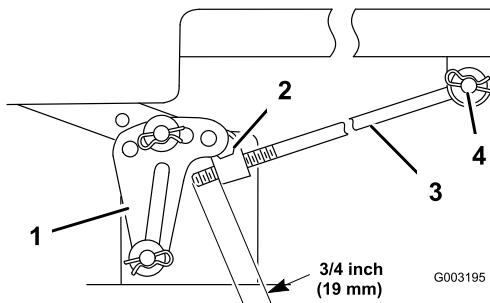

Figure 45
5. Mesurez la longueur de tige qui dépasse du bloc de réglage sur les côtés du châssis (Figure 45).
6. Si la longueur n'est pas égale à 19 mm (3/4 pouce), retirez la goupille fendue et la rondelle de l'extrémité de la tige (Figure 45), puis vissez ou dévissez la tige jusqu'à obtention de la longueur requise.